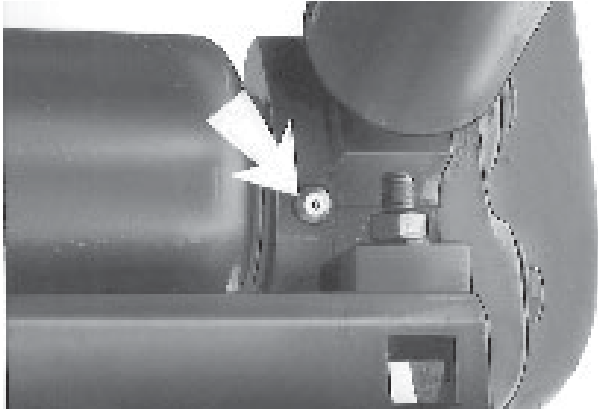

Fig. 1
- Die hinteren Walzen (A Abb. 1) mit Shell Retinax 'A'- oder einem gleichwertigen Schmierfett schmieren. Die Walze beim Schmieren kontinuierlich drehen.
1. Lubrificare i rulli posteriori (A Fig. 1) con grasso Shell Retinax 'A' o equivalente. Ruotare continuamente il rullo durante la lubrificazione.